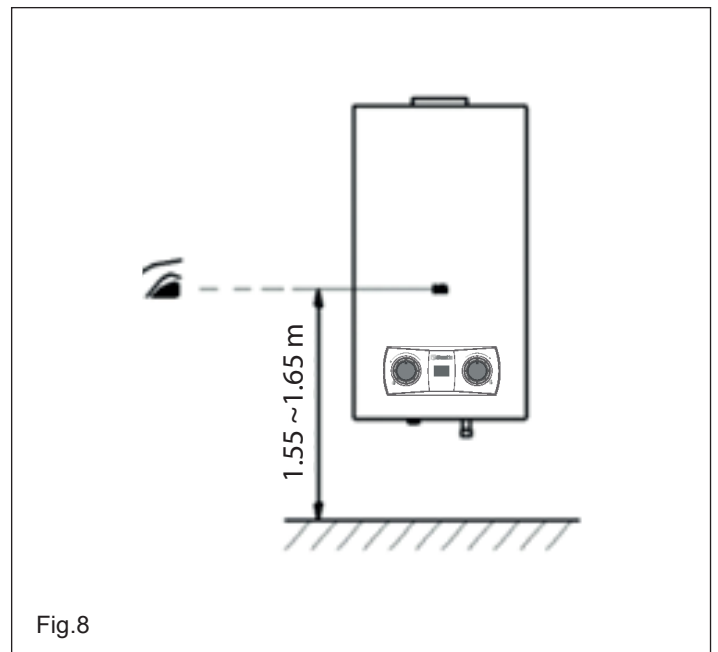
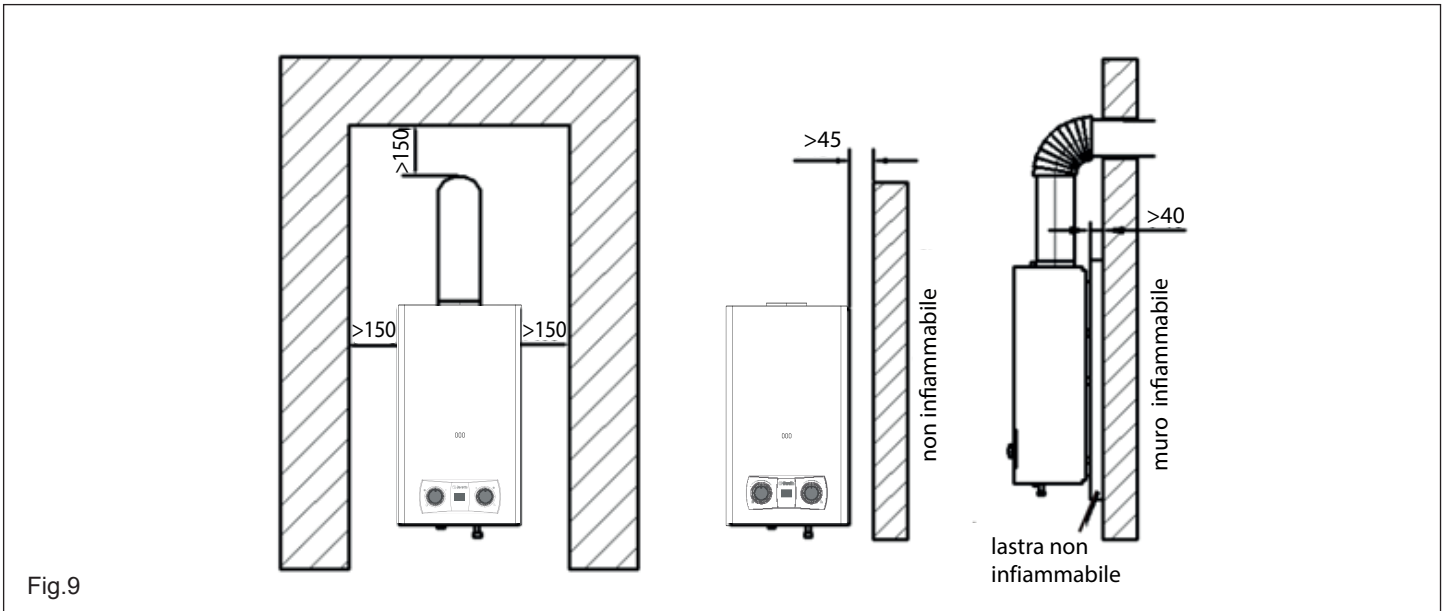

Fig.8
Fig.9
- La ventana de inspección de la llama del aparato debe estar a la altura de los ojos, aproximadamente entre 1,55 m y 1,65 m del suelo. (Fig. 8). El aparato debe mantener ciertas distancias de los objetos cercanos, sean inflamables o retardadores de llama en caso de incendios (Fig. 9).
- Durante el encendido, mantenga una distancia mínima de seguridad de 300 mm de la ventana de inspección de la llama (Fig.8).